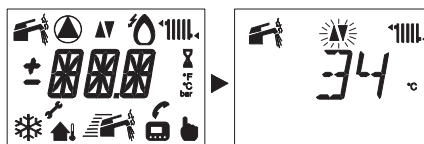

Рис. 7
- 2 Включите электропитание котла посредством двухполюсного выключателя: на ЖК-дисплее отобразятся следующие символы (Рис. 7)